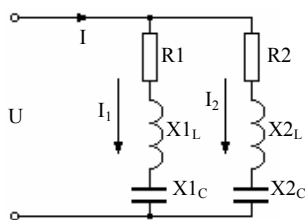

Рис. 7.1
**1. Исходные данные.** К источнику переменного тока с напряжением  $U$  параллельно подключены два приемника. Первый из них имеет параметры  $R_1, X_{1L}, X_{1C}$ , второй –  $R_2, X_{2L}, X_{2C}$  (рис. 7.1, табл. 7.1).